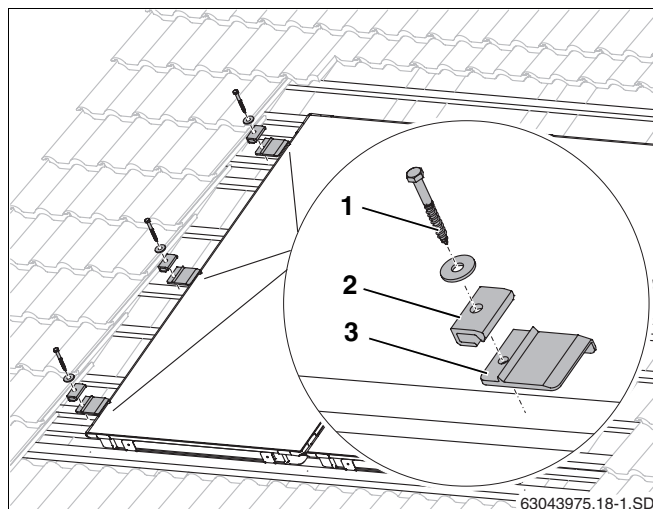

Fig. 30 Monter le serre-flanc gauche
- Soulever légèrement le capteur gauche et glisser les supports gauches (fig. 30, **pos. 3**) sur les 2ème et 3ème lattes supplémentaires ainsi qu'au milieu du capteur sur une latte existante sous le capteur de manière à ce que le rehaussement pousse contre le bord du capteur.
- Pour la vis (fig. 30, **pos. 1**) préperforer avec une mèche de 4 mm.
- Fixer les serre-flancs unilatéraux (fig. 30, **pos. 2**) avec une vis 6×40 (fig. 30, **pos. 1**) et une rondelle plate (utiliser une clé SW 10).